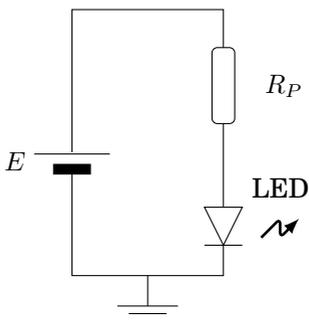

FIGURE 2.3 – Schéma du circuit de câblage d’une LED
On se propose d’utiliser le montage de la figure 2.3 afin de tracer la caractéristique statique de la LED.
**Q6** Donner les caractéristiques principales de cette diode à partir de sa documentation technique (à chercher sur Internet) pour pouvoir réaliser le même montage que dans la figure 2.3 en remplaçant la LED rouge